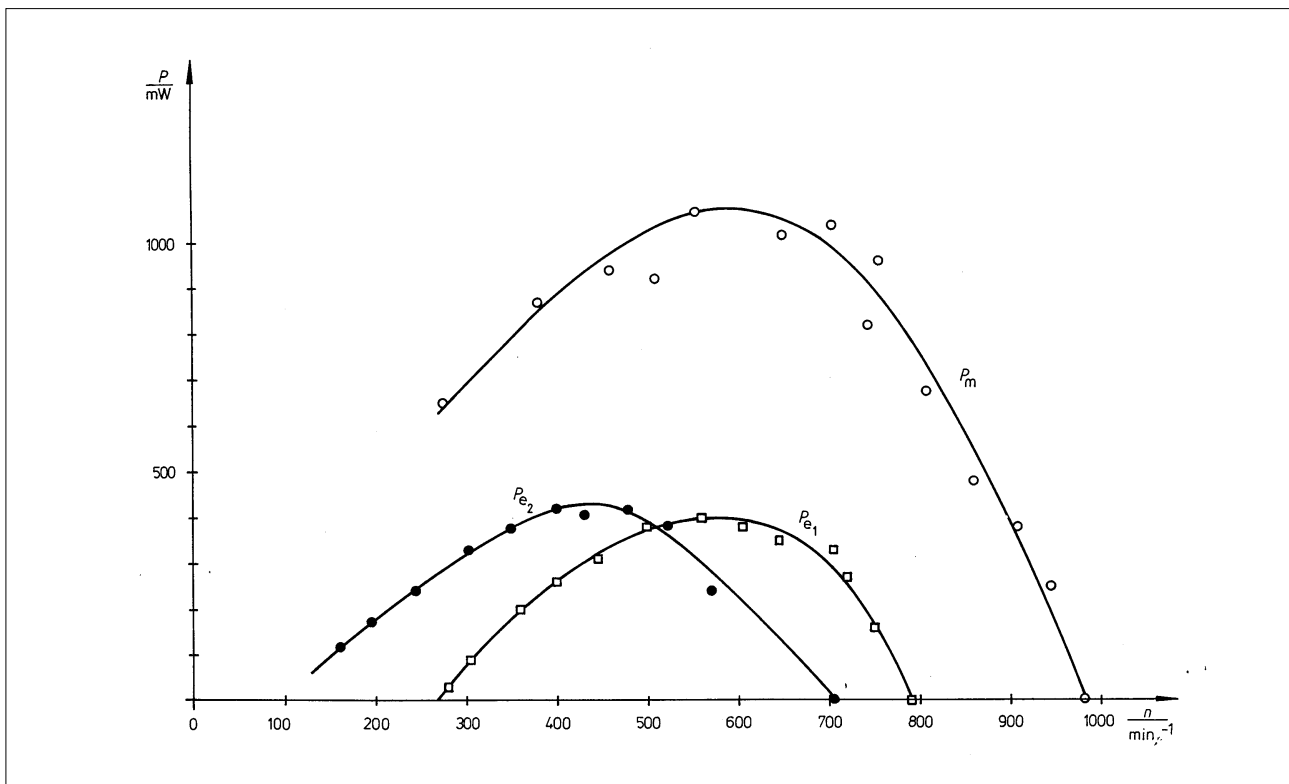

Fig. 3: Puissance mécanique P_m et puissance électrique P_e en fonction de la vitesse de rotation (P_{e1} = grande poulie, P_{e2} = petite poulie)
- Puissance mécan. en fonction de la vitesse de rotation (Fig. 3)
- Puissance électr. en fonction de la vitesse de rotation (Fig. 3)